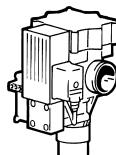

Abb. 9
**Elektronisches Ventil:** Normalerweise mit dem Miniabscheider kombiniert. Ist für die Luftring- und Feuchtringanlagen geeignet, Abb. 9.